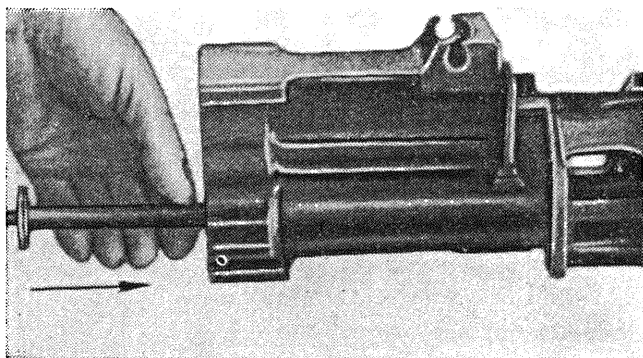

Рис. 74
5. Вставить упор трубки в правое цилиндрическое гнездо коробки и продвинуть его до отказа вперед (рис. 74).